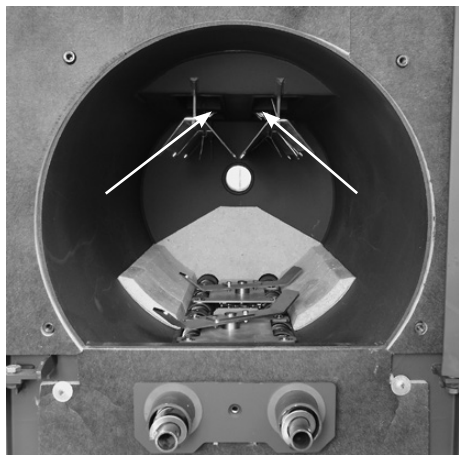

Bild 18
9. Asche in der Brennkammer und an den Leitblechen entfernen; am besten mit Hilfe eines Staubsaugers. Insbesondere der Abgas-Eintritt in die stehenden Züge (Pfeile - Bild 18) muss sorgfältig gereinigt werden.